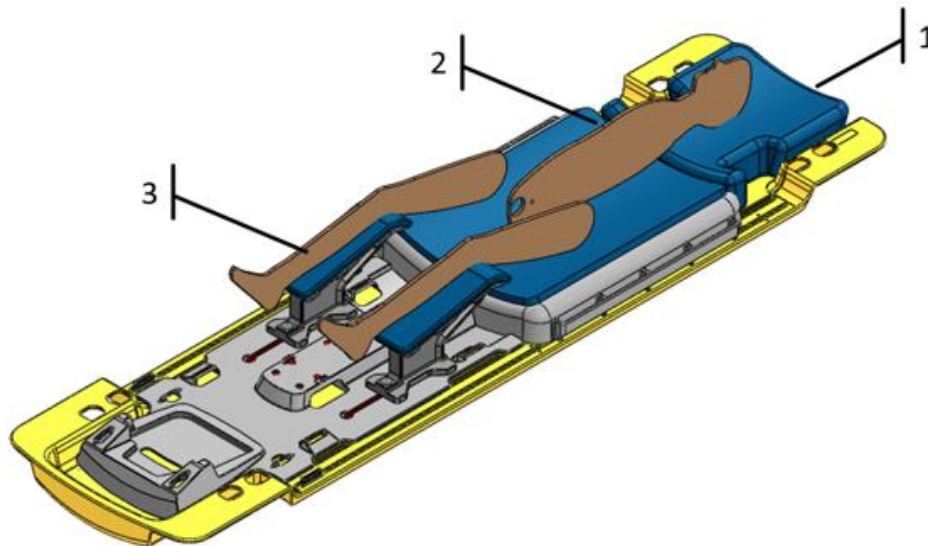

Bild 25: Patientplacering
- b. Justera benstödens läge längs spåren i basplattan för att hålla kvar patientens ben i behandlingsposition (*Bild 25*).